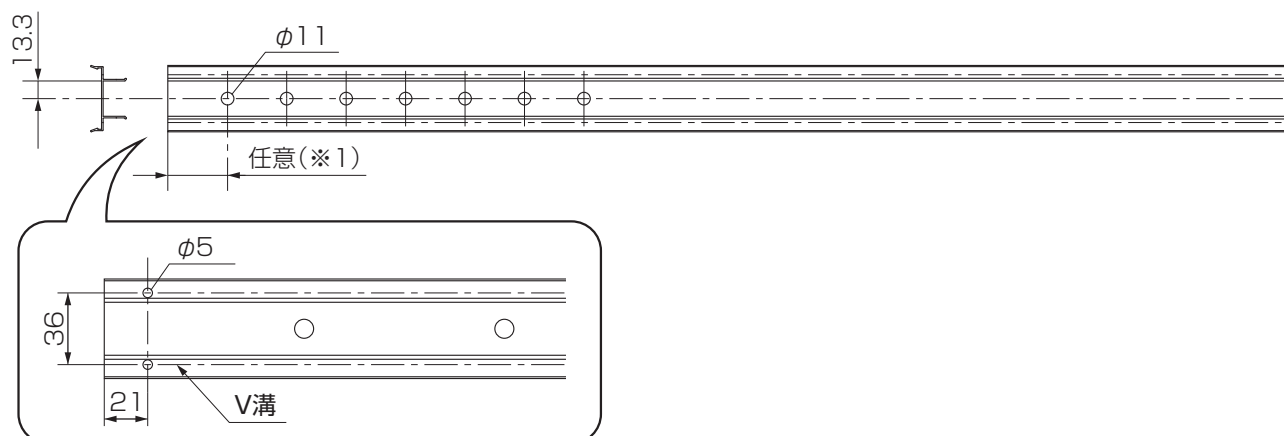

図10-8 埋込み施工補助部材の穴加工
②埋込み施工補助部材にφ5の下穴（取付金具取付け用）をあけてください。（図10-8参照）
③埋込み施工補助部材にφ11の下穴（デザイン格子取付け用）をあけてください。（図10-8参照）